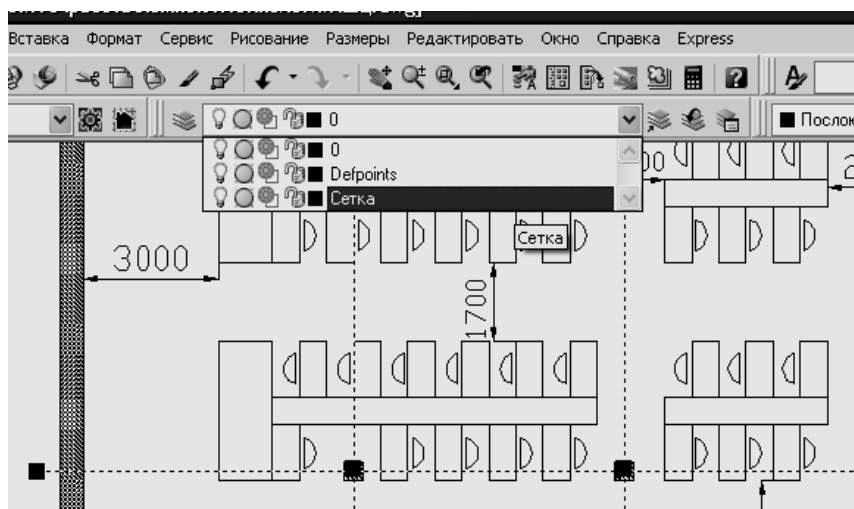

Рисунок 6.4 – Сохранение объектов в выбранном слое
- в раскрывающемся списке слоев выбрать созданный слой (рисунок 6.4).